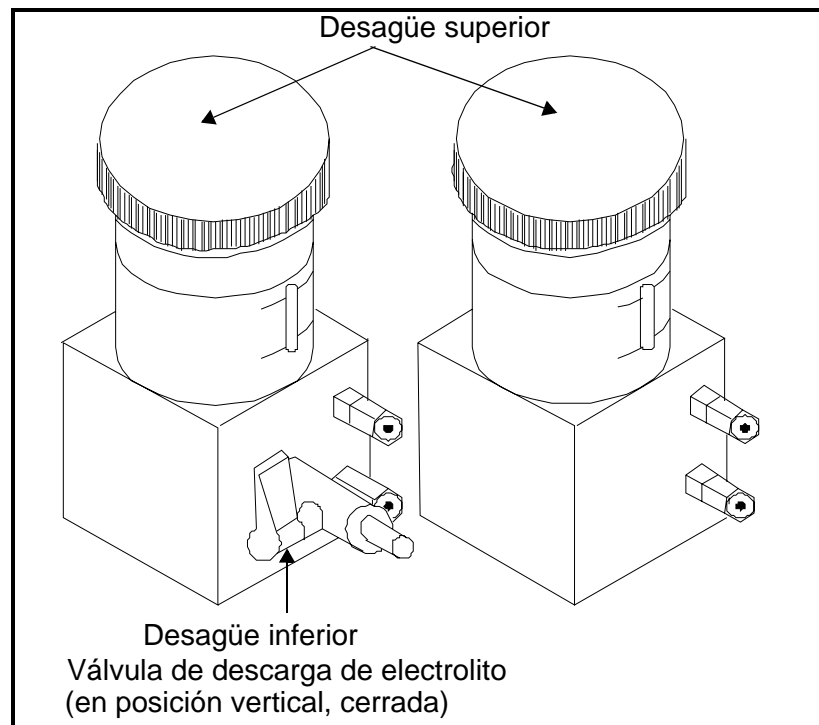

Figura 1-1: Celda de oxígeno Delta F - Ubicaciones de desagües
Antes de conectar la(s) celda(s) de oxígeno Delta F, debe revisarlas en busca de daños y/o fugas. Dependiendo de la aplicación, la celda de oxígeno puede tener un desagüe superior o uno inferior y superior para el tanque de electrolito. Es importante identificar la celda para el procedimiento siguiente. Use la Figura 1-1 a continuación para identificar su celda.
**IMPORTANTE:** *Si la celda tiene también un desagüe inferior, asegúrese de que esté cerrada (en posición vertical) la válvula de descarga de electrolito, montada en la parte posterior de la celda de oxígeno. Vea la Figura 1-1 a continuación.*